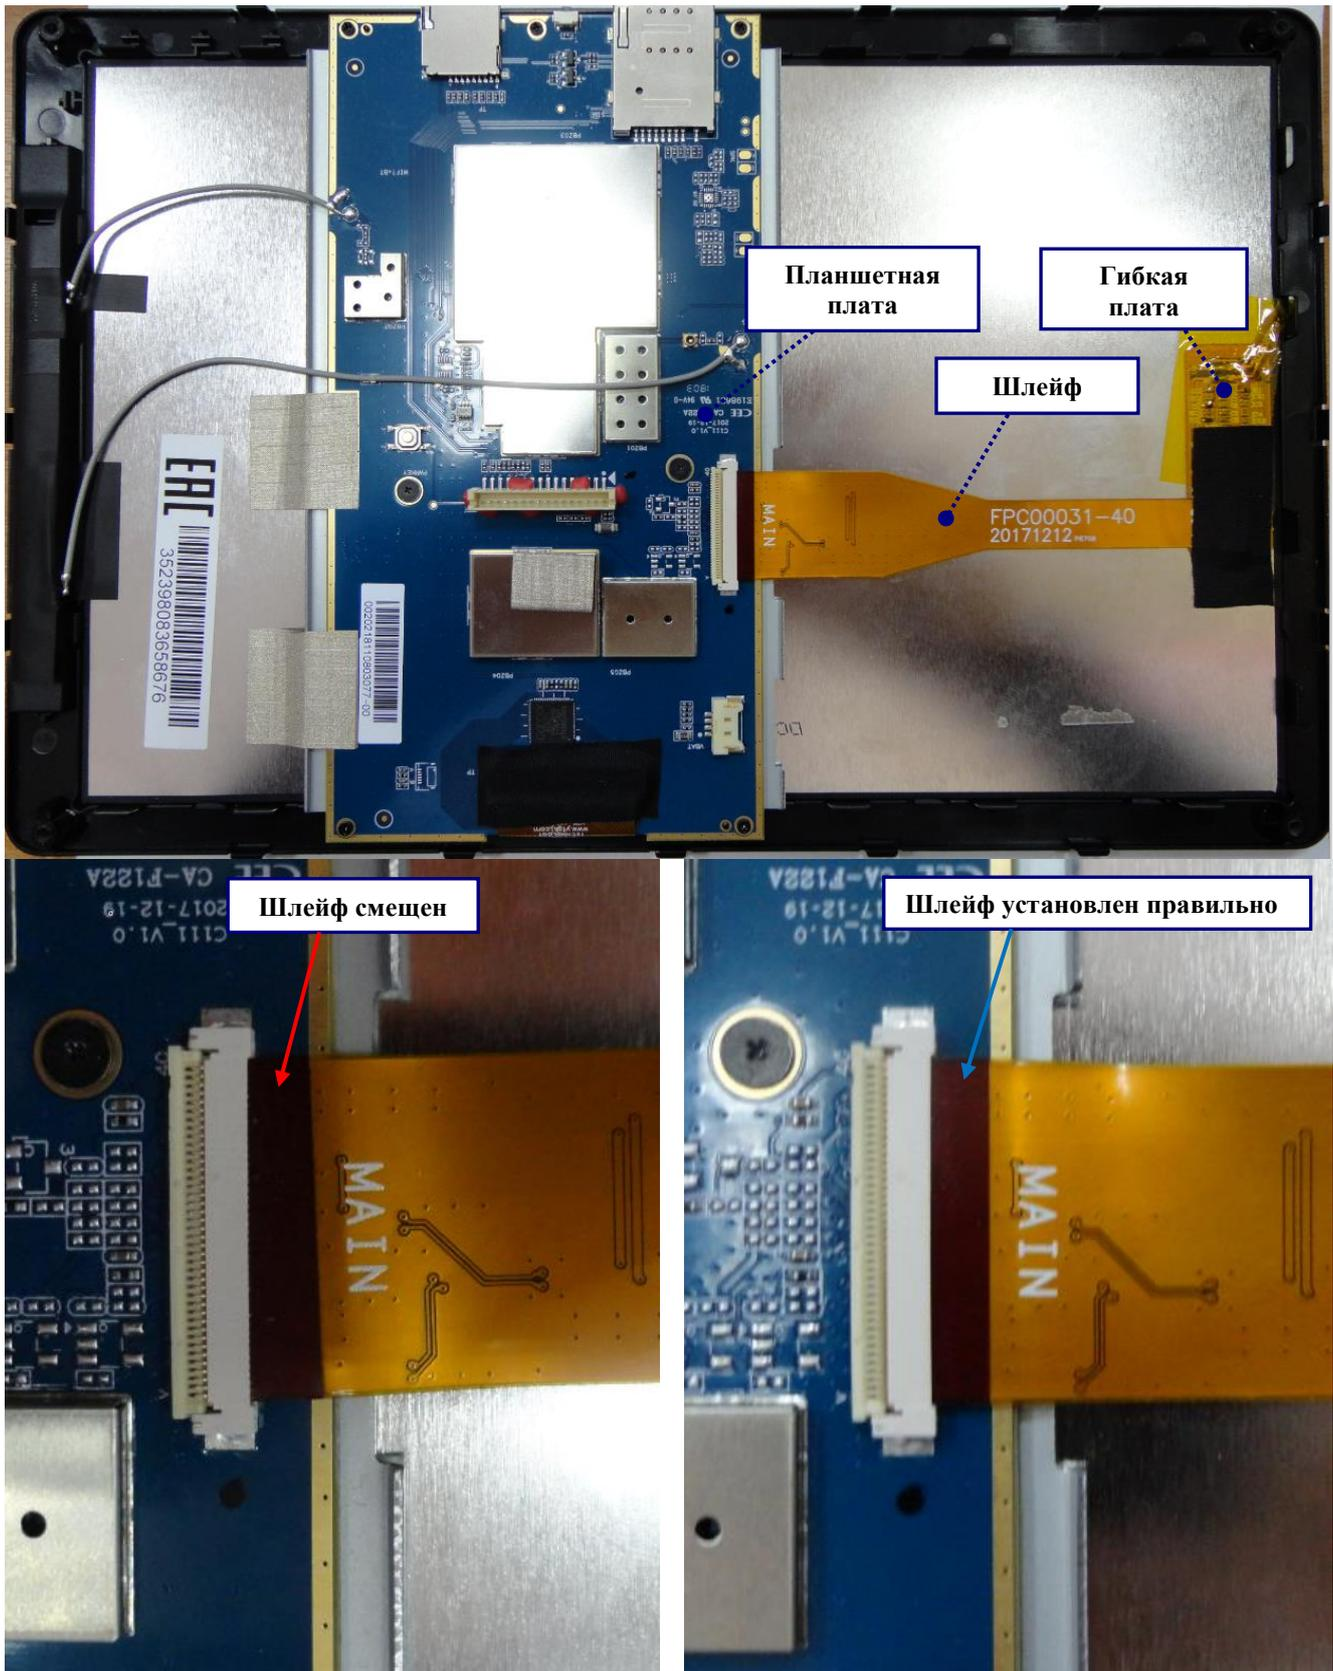

Рисунок 4.1. Общий вид и проверка подключения шлейфа к разъему планшетной платы.
4.1 Визуально проверьте подключение шлейфа экрана к разъему планшетной платы. Шлейф должен быть подключен к разъемам без смещений, перекосов (см. рис. 4.1).